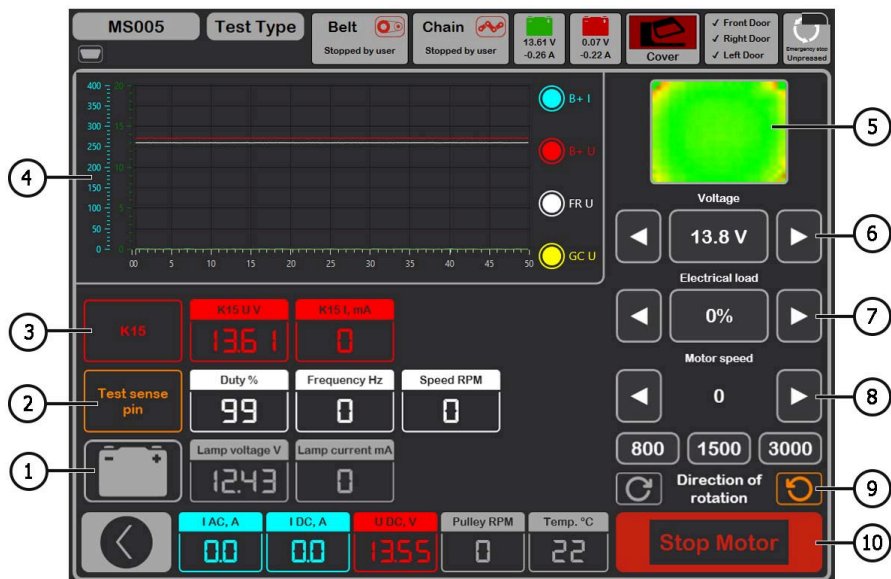

Рисунок 23. Меню режиму перевірки генератора
У режимі діагностики будь-якого типу генератора на екрані може відобразитися така інформація (рис. 23):
4.2. Якщо в генераторі передбачено контрольну лампу, то має загорітися індикатор контрольної лампи (див. рис. 23 поз.1).
6.2*. Кнопками керування вихідною напругою (див. рис. 23 поз. 6) плавно змініть вихідну напругу генератора в межах від мінімальної до максимальної, вимірювана напруга має змінюватися пропорційно.